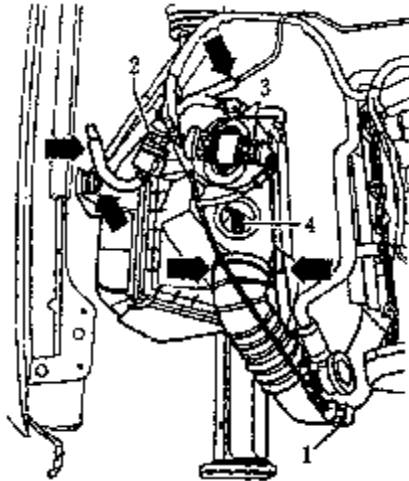

图 4-202 断开线路和插头
(3) 按图 4-202 所示的数字顺序断开线路，拔出插头。
(4) 如图 4-202 箭头所示，拔出软管接头，拆下空气滤清器壳体。
（1）按图 4-202 数字所示步骤断开线路，拆下插头。拔下软管，拆下空气滤清器壳体（图 4-202 箭头所示）。
如图 4-220 所示，拔下 λ 探测器插头（箭头），并将导线挪向一边。拆卸前挡泥板与空气滤清器壳体间的空气软管。依次断开进气压力控制电磁阀 N75 处、ACF 阀处、输出极 N122 处、空气流量计处的线路，拔下插头。拔下软管，拆下空气滤清器壳体（图 4-202 箭头所示）。从催化转换器上拧下 λ 探测器，拧下前排气管与催化转换器的紧固螺栓。拧下催化转换器与涡轮增压器的紧固螺栓，拆下催化转换器。